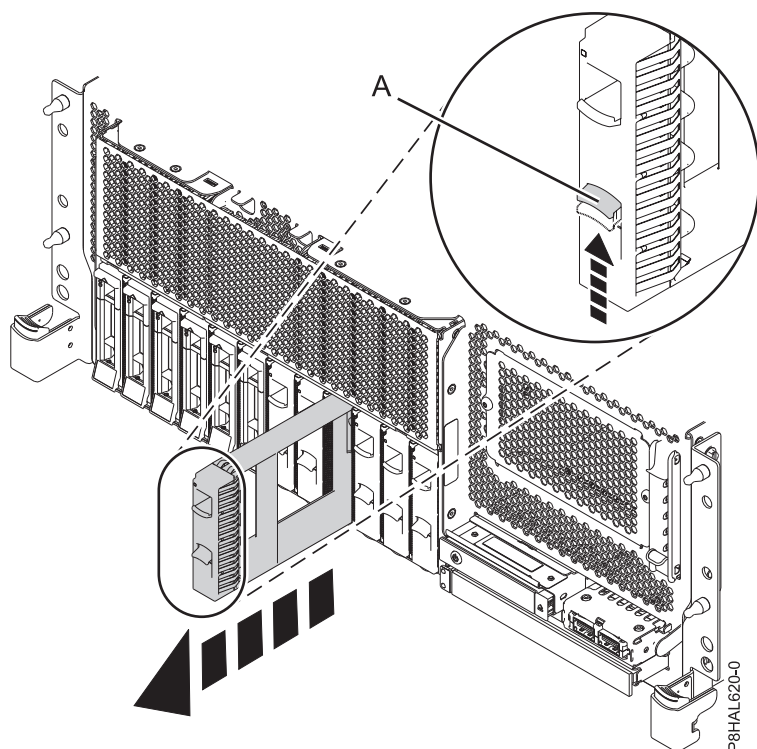

Figura 33. Extracció d'un panell de reblliment d'una unitat de disc d'un sistema de funció bàsica muntat en bastidor
- a. Empenyeu la peça de bloqueig (A) de la nansa del panell de rebliment en la direcció que es mostra a la Figura 33 a la pàgina 39.